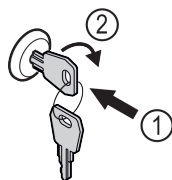

Fig. 103
- Sleutel erin duwen Fig. 103 (1).
- Sleutel 90° rechtsom draaien Fig. 103 (2).